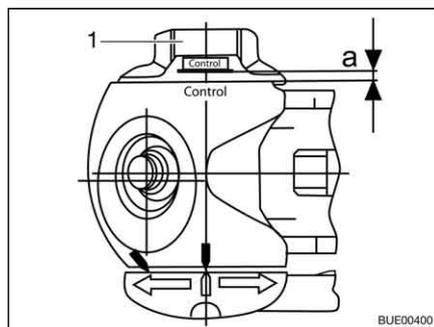

Bild 207 Verschleißkontrolle
- Handrad (Bild 207, 1) zudrehen, bis die Drehmomentbegrenzung hörbar und spürbar durchratscht. Drehrichtung: im Uhrzeigersinn.
- Abstand $a > 0$ (Bild 207): Verschleiß innerhalb des zulässigen Bereiches.